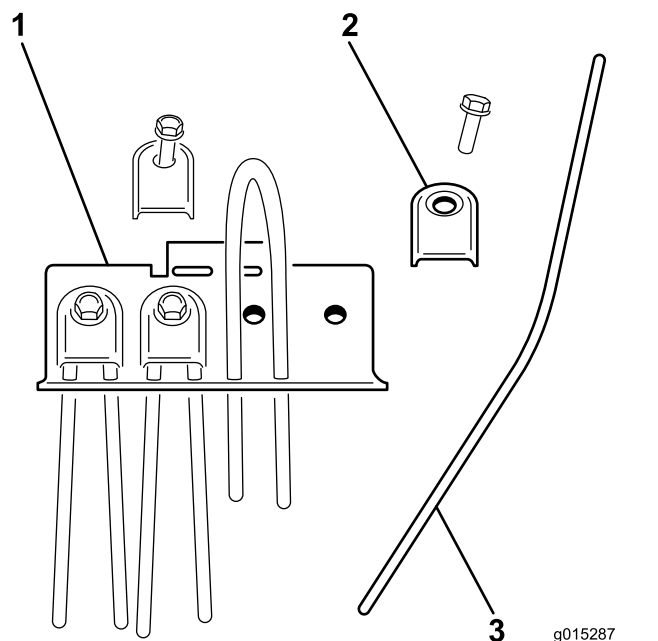

Bild 28
2. Entfernen Sie den Tines-Halter und schieben Sie die beschädigte Tines heraus (**Bild 28**).